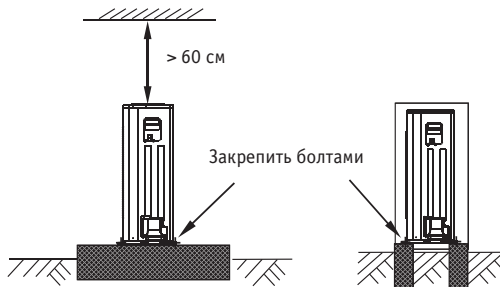

Рис. 14
- Подготовьте бетонное основание в соответствии с характеристиками наружного блока (см. рис. 14).
- Надежно закрепите болтами опоры блока, чтобы предотвратить его падение в случае землетрясения или сильного ветра (см. рис. 14).